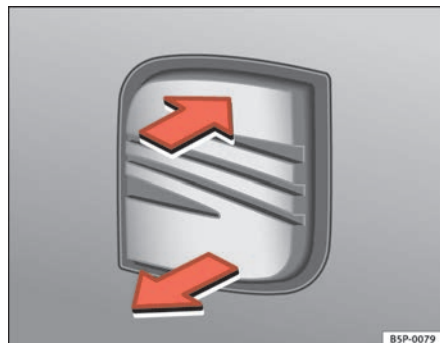

Fig. 45 Portellone posteriore: apertura dall'esterno
- Tirare la maniglia e sollevare il cofano ⇒ **fig. 45**. Il cofano si apre automaticamente.